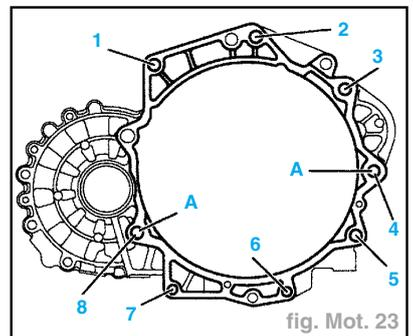

fig. Mot. 23
- Déposer les vis (1 à 8) de la bride du moteur/la boîte de vitesses (fig. Mot. 23).
• contrôler si les douilles d'ajustement pour le centrage de l'ensemble moteur/boîte de vitesses sont dans le bloc-cylindres, les mettre s'il le faut (**A**) (fig. Mot. 23),
- Vis de fixation de la boîte de vitesses sur le moteur (fig. Mot. 23).